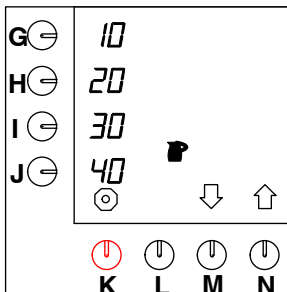

Fig. 27 Ändring av de förprogrammerade valtangenterna för muggar
- Tryck på valtangenten (N.)↑ tills fig. 27 visas på displayen.